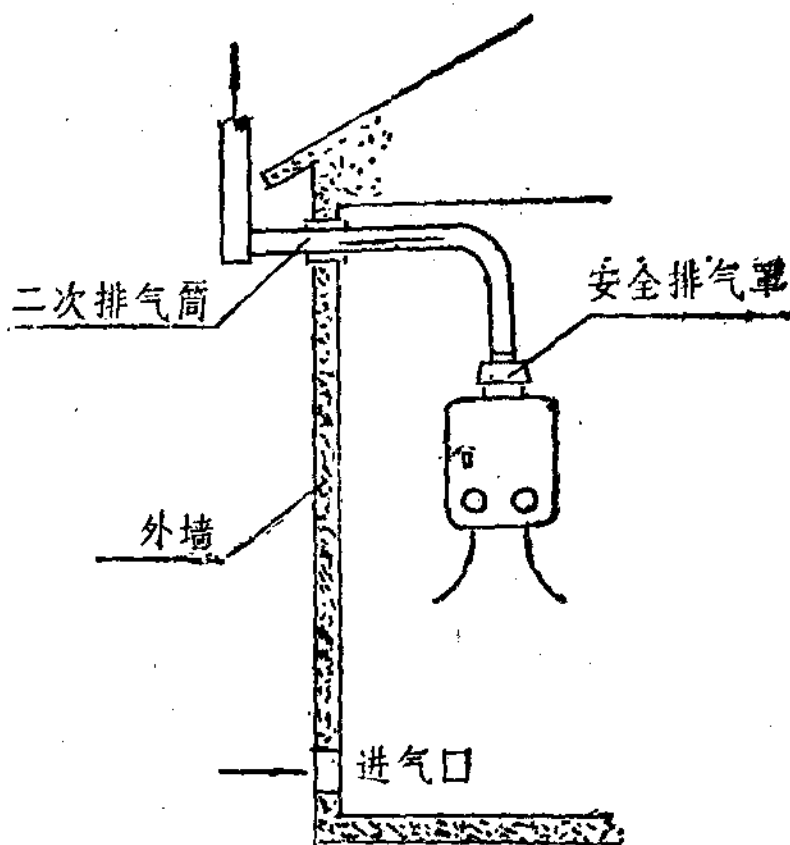

图2 烟道排气式热水器
(2) 烟道排气式热水器，运行时，燃烧所需空气取自室内，燃烧后的废气通过烟道排出室外。(见图2)